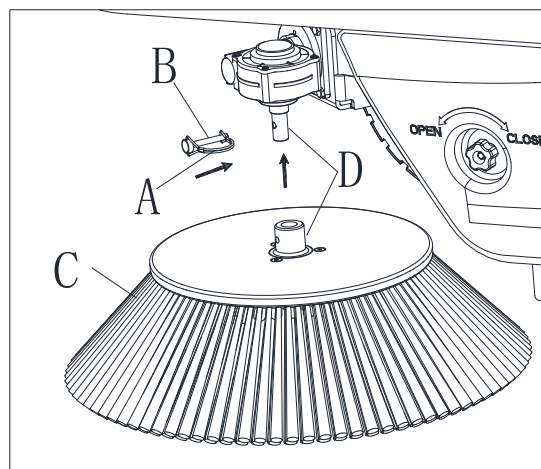

Figure 14
3. Relâcher le ressort (A, figure 14) et retirer la goupille (B, figure 14) de l'arbre de la brosse latérale (C, figure 14).
4. Installer la brosse latérale sur l'arbre du moteur à engrenage, insérer la goupille dans les trous (D, figure 14) et insérer le ressort (A, figure 14).